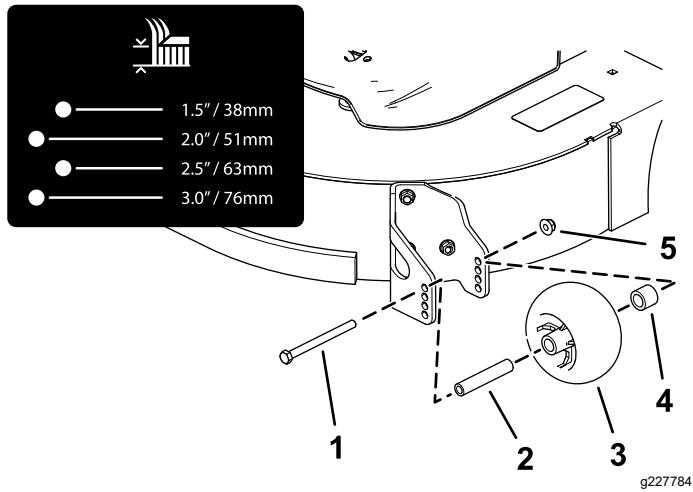

**Рисунок 27**
4. Відрегулюйте антиобдирні ролики, як показано в Рисунок 26, Рисунок 27, Рисунок 28, та Рисунок 29..